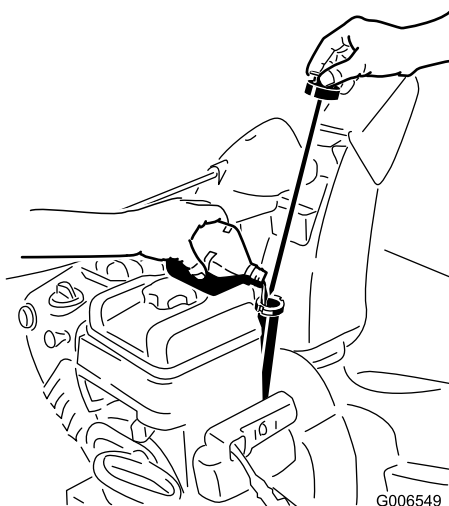

Figure 41
2. Sortez de nouveau la jauge et contrôlez le niveau d'huile (Figure 41). Ajoutez de l'huile, si le niveau est en dessous du repère du minimum sur la jauge (voir Plein d'huile du carter moteur).